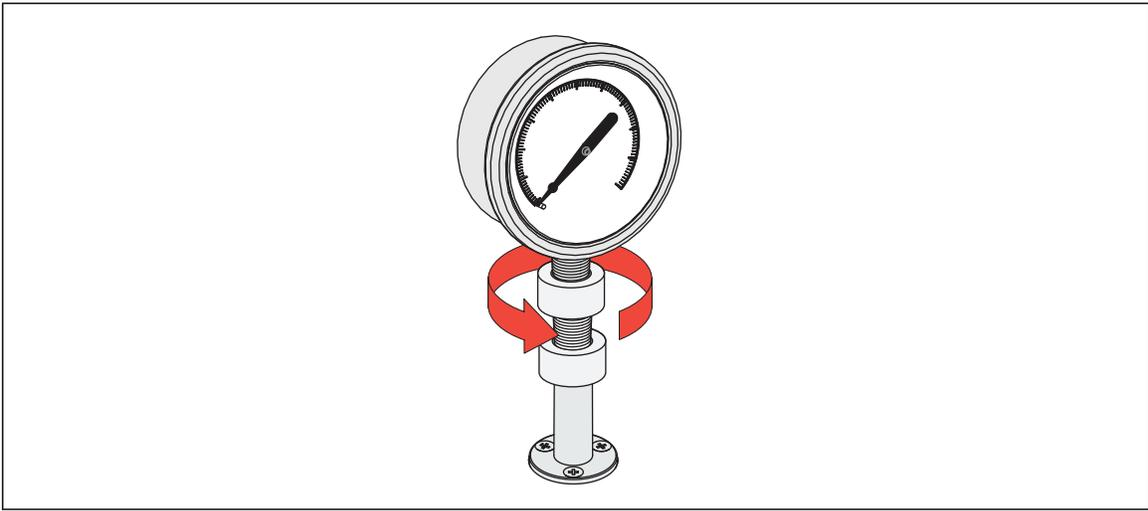

图 12.连接组件至测试口
3. 若要调整位置以面向前方，请握住仪表转接头，然后逆-时针方向转动仪器，从而使其面朝前方，参见图 12。